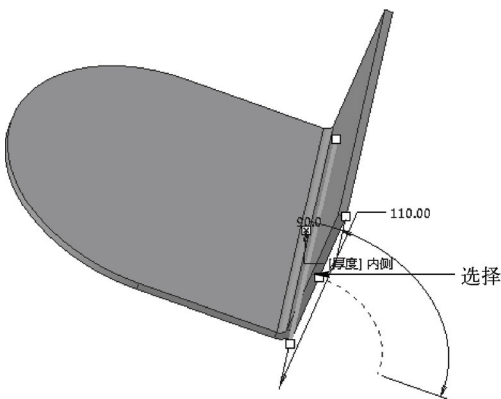

图 13-20 选择合适的附着边
STEP 04 在绘图区中选择合适的附着边，如图 13-20 所示。